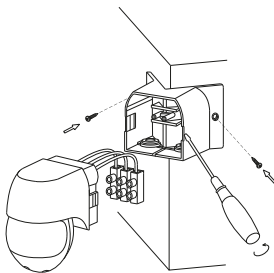

Рисунок 12 – Монтаж ДД-015, ДД-016
– Снять заднюю часть корпуса датчика, поддев её отвёрткой с прямым шлицем (рисунок 12). Крепление корпусных деталей датчика произведено на защёлках.